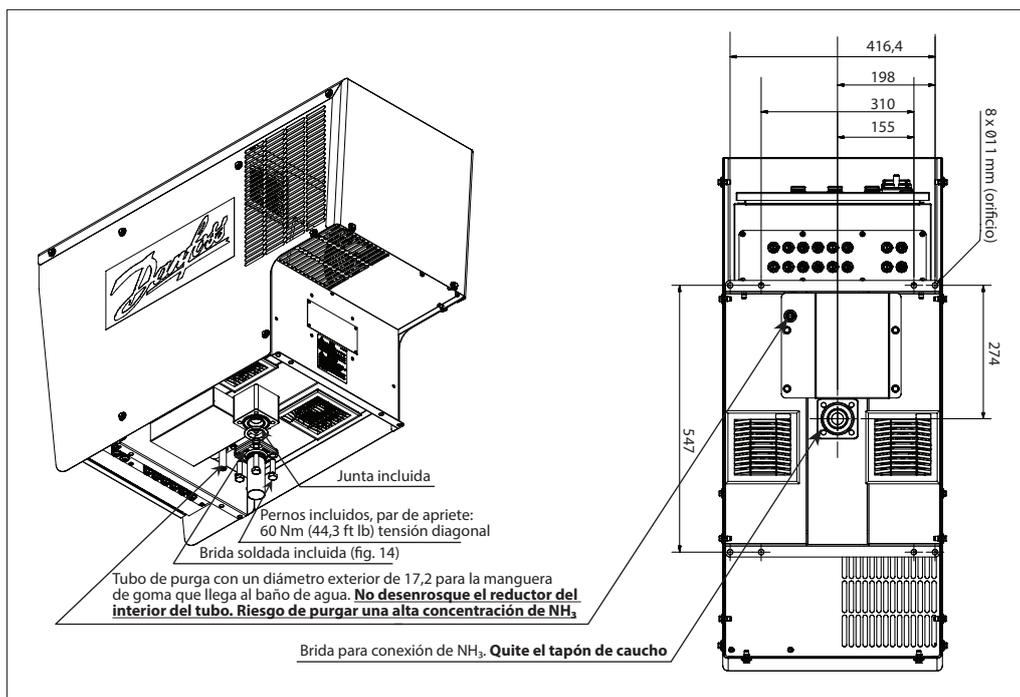
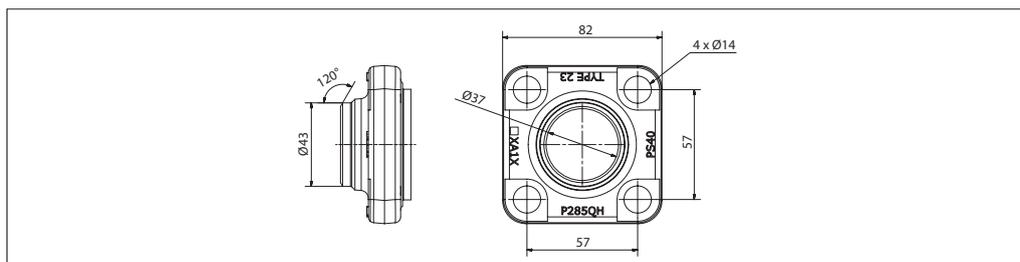

Fig. 13 Conexión de amoníaco
Fig. 14 Brida soldada incluida
1. Prepare el conducto de amoníaco con la brida soldada de acuerdo con lo dispuesto en la Fig. 13 y la Fig. 14. El tubo principal / de drenaje nunca debe tener un diámetro inferior a  $\text{Ø}37$  mm (1,5 pulgadas).
3. Eleve el purgador hasta su posición utilizando las argollas de elevación situadas a cada lado del armario del purgador. **Retire el tapón de caucho de la abertura de la brida. Consulte la Fig. 13.**